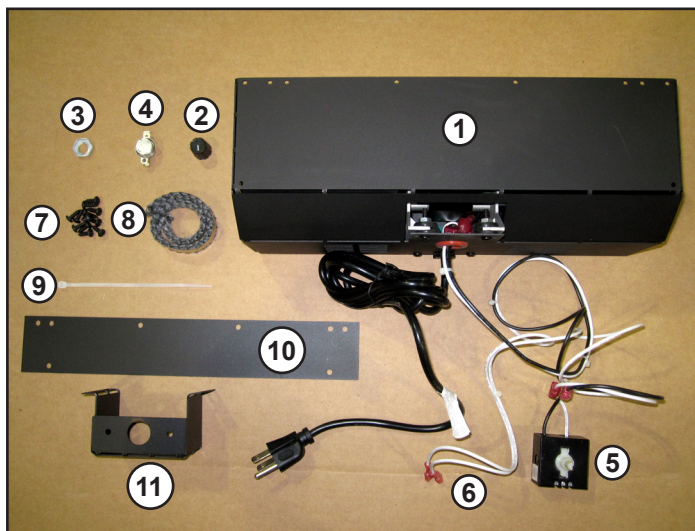

Figure 8.3 Contenu du kit de ventilateur
1. Déballez les pièces du kit de ventilateur et inspectez-les. Le contenu du kit est indiqué ci-dessus et illustré ci-dessous, à la figure 8.3. Si des pièces manquent ou sont endommagées, veuillez contacter votre distributeur pour les remplacer.